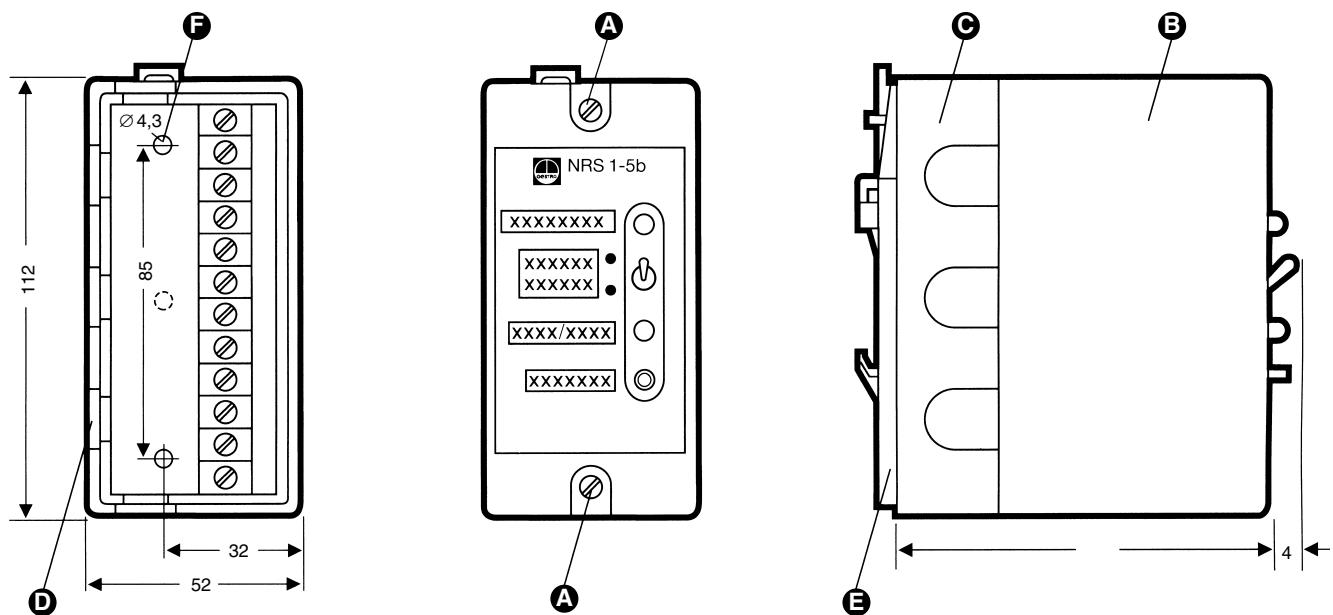

Fig. 1
Siehe Fig. 1.
2. Haubenschrauben **A** lösen und Haube **B** vom Unterteil **C** abziehen (Fig. 1).
1. Haubenschrauben **A** lösen und Haube **B** vom Unterteil **C** abziehen (Fig. 1).